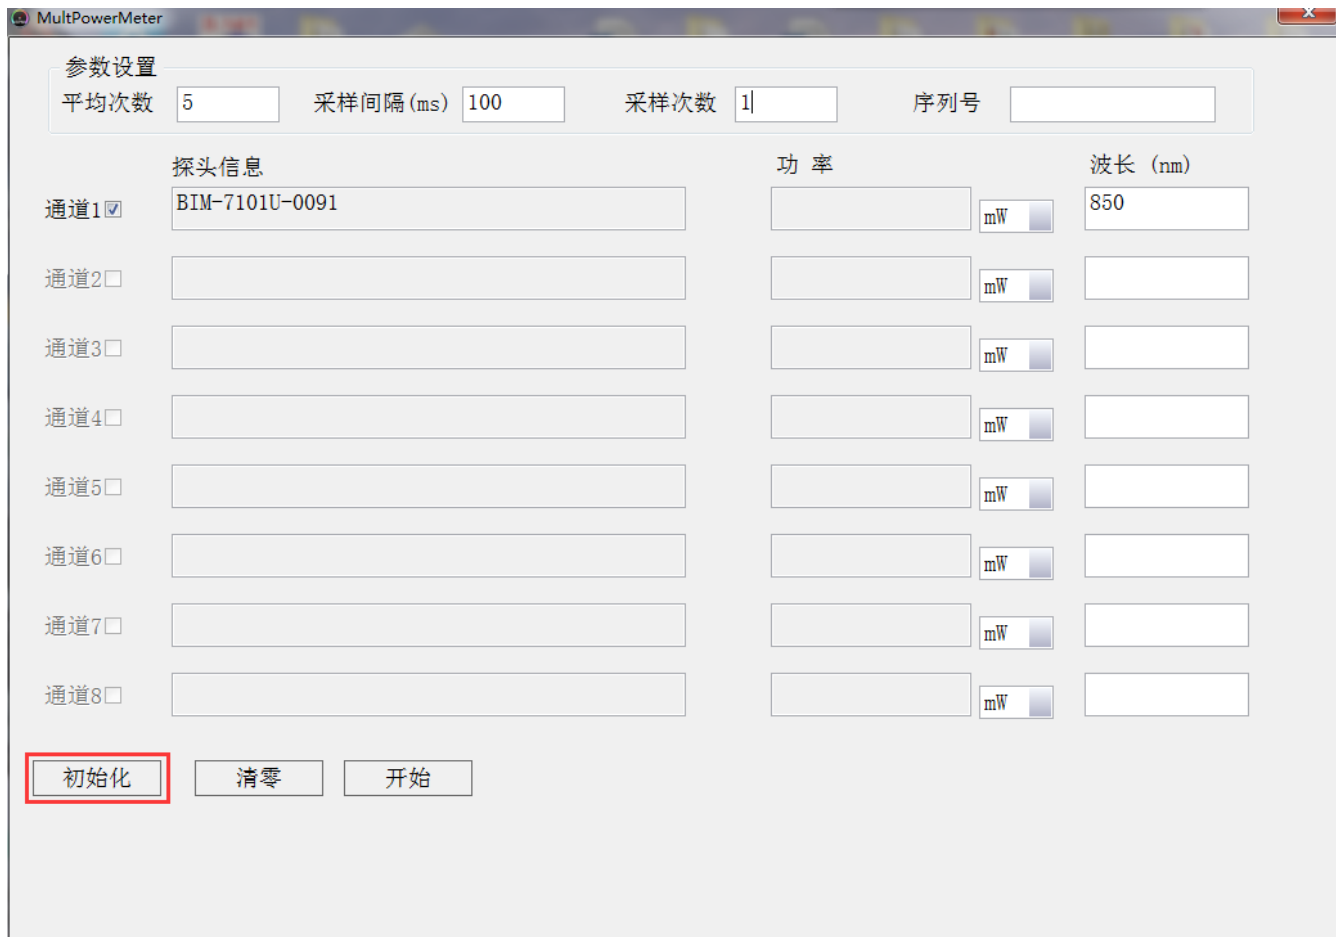

图 5-1 MultiPowerMeter 主界面
- (1) 运行 MultiPowerMeter_Install_V1.0.0.exe, 安装多通道光功率计应用软件。
- (2) 打开软件，点击“初始化”，连接设备如下图 5-1 显示